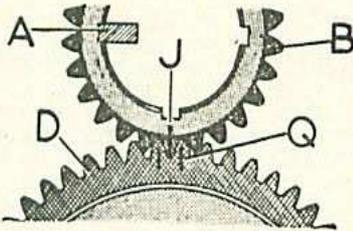
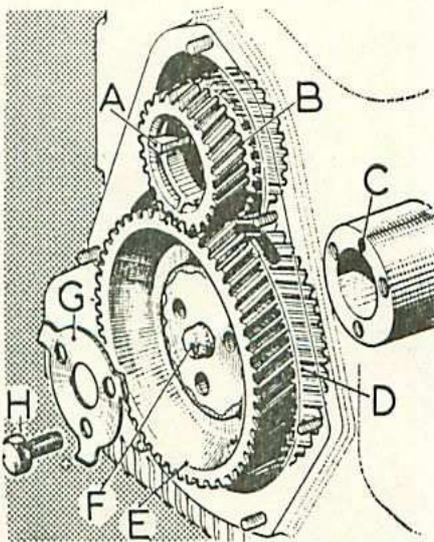

Fig. 9. — Repérage du couple de distribution
Fig. 10. — Ensemble du couple de distribution
(fig. 9) du pignon de distribution et les deux dents (Q) de la roue qui sont engrenées.
- Repérer, également, l'emplacement de la clavette (A) sur le pignon (B) (à titre indicatif, quand le volant est au PMH, la clavette du pignon se trouve à l'horizontale, côté G face au moteur).
- Abattre les pattes du frein (G) (fig. 10) et déposer les trois vis (H) fixant la roue de distribution (D) sur l'arbre à cames.
- Visser la tige (K) de quelques tours, mettre en place le manchon (L) et continuer à visser, jusqu'à l'extraction du pignon; faire suivre la roue (D) en tirant en (E) au fur et à mesure que l'on dégage le pignon (B). La roue se trouve dégagée la première, puis vient le pignon (B).
**NOTA.** — On peut être obligé de faire tourner le vilebrequin ou l'arbre à cames après la dépose du couple de distribution. Il est alors nécessaire, au préalable, de repérer la position de la roue (D) sur l'arbre à cames, du fait que les trois vis (H) sont équidistantes. Il suffit de remarquer l'emplacement du trou (C) foré dans l'arbre à cames (fig. 10) entre deux trous de vis. La face d'appui de la roue (D) comporte une marque de dépôt d'huile en face de ce trou.
- Présenter la roue (D), équipée du piston compensateur (F), sous le pignon (B). Engrener la dent (J) du pignon entre les deux dents (D) et (Q) de la roue (fig. 9) après avoir vérifié la bonne position de l'arbre à cames (grâce au trou (C) (fig. 10)).
- Frapper, avec un maillet, sur le manche de l'outil Wilmonda, pour pousser à fond le pignon (B) sur le vilebrequin, tout en faisant suivre la roue (D) dans le même plan (pour plus de facilité on peut visser provisoirement trois goujons de 8x60 dans l'arbre à cames).
**NOTA.** — Le piston compensateur (F) du mano-contact, retenu dans la roue par son jonc, coulisse dans l'arbre à cames. Si l'on engage le pignon sans faire suivre la roue, on risque de coincer le piston dans l'arbre à cames. L'emploi des trois goujons-guides évite cet inconvénient.
- Monter un frein neuf (G) et poser les trois vis (H) sans les bloquer. Faire effectuer deux tours complets au moteur, et vérifier si les dents repérées (J), (D) et (Q) sont bien positionnées.
- Immobiliser le volant avec le doigt d'arrêt Wilmonda DAT : bloquer les vis (H) et rabattre les pattes du frein (G) sur chacune des vis.